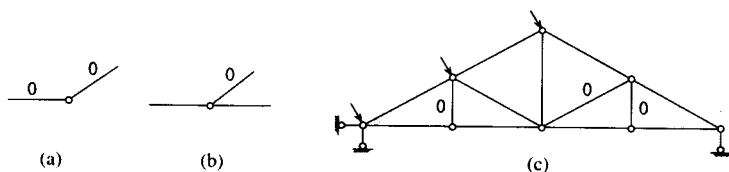

图 1-1 桁架的零杆判别
(3) 桁架零杆的判别(图 1-1)
① 一个节点上有 2 根不在同一直线的杆件, 且节点无荷载或约束, 则 2 根杆均为零杆, 见图 1-1(a)。
② 一个节点上有 3 根杆件, 且节点无荷载或约束, 如 2 根杆件共线, 则另一根杆件必为零杆, 图 1-1(b)、图 1-1(c)。零杆不受力, 但对保证桁架静定性必须的。